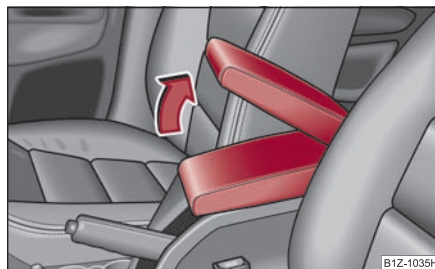

Fig. 127 Apoyabrazos: Portaobjetos
- Abra la tapa del apoyabrazos en el sentido de la flecha ⇒ fig. 127.